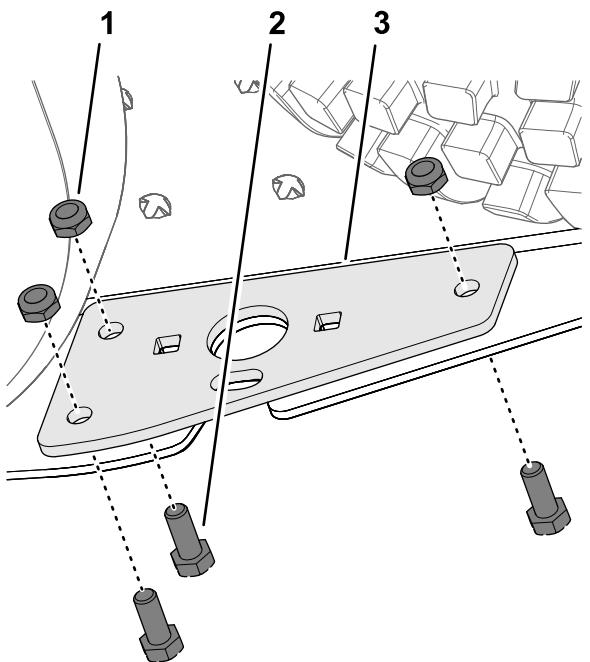

Figura 9
6. Monte el soporte de giro en el reposapiés (Figura 9) con 3 pernos de cabeza hexagonal (5/16" x 3/4") y 3 contratuerca (5/16").